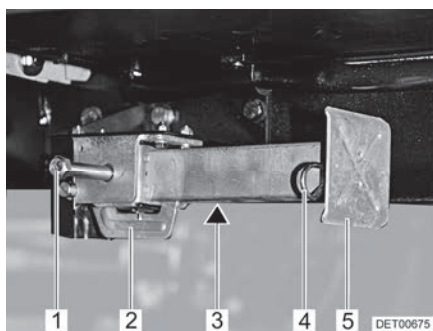

Bild 48 Stödben
- Placera hylsnyckeln på sexkanten (Bild 48,1) och vrid runt den tills stödbenet står rakt neråt.
- När längden på stödbenet kan justeras, dras sprinten (Bild 48,4) ut ur stödbenets förlängning (Bild 48,5).
- Placera hylsnyckeln på sexkanten (Bild 48,1) och vrid runt den tills stödbenet inte längre sitter mot marken.
- Skjut in stödbensförlängningen (Bild 48,5) helt och sätt in sprinten (Bild 48,4) i borrhålet på stödbensförlängningen.
- Vrid sexkanten (Bild 48,1) tills stödbenet svängs uppåt och spåret (Bild 48,2) är helt vid slutet av skåran (Bild 48,3).